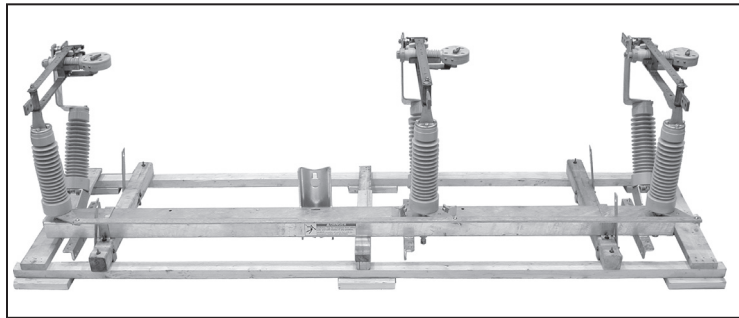

Figura 5. Desembalagem da chave.
PASSO 3. Remova a chave do seu engradado. Ver Figura 5. Proteja os mancais da contaminação por sujeira, lama, óleo etc. Se for necessário, use blocos espaçadores para manter os mancais afastados do solo. Ver Figura 5.